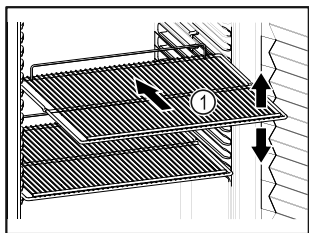

Fig. 62 Exempel
- ☐ Om gallren Fig. 62 (1) kan flyttas om ska de anpassas på höjden.